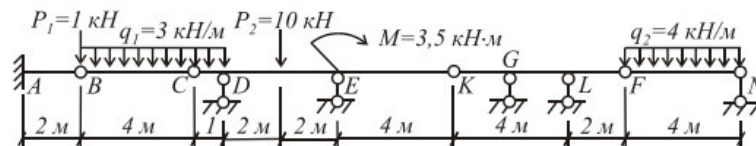

Рис. 2.2
3. Показать на примере рационально ли расставлены промежуточные шарниры в заданной Вам многопролетной балке (рис. 2.2).